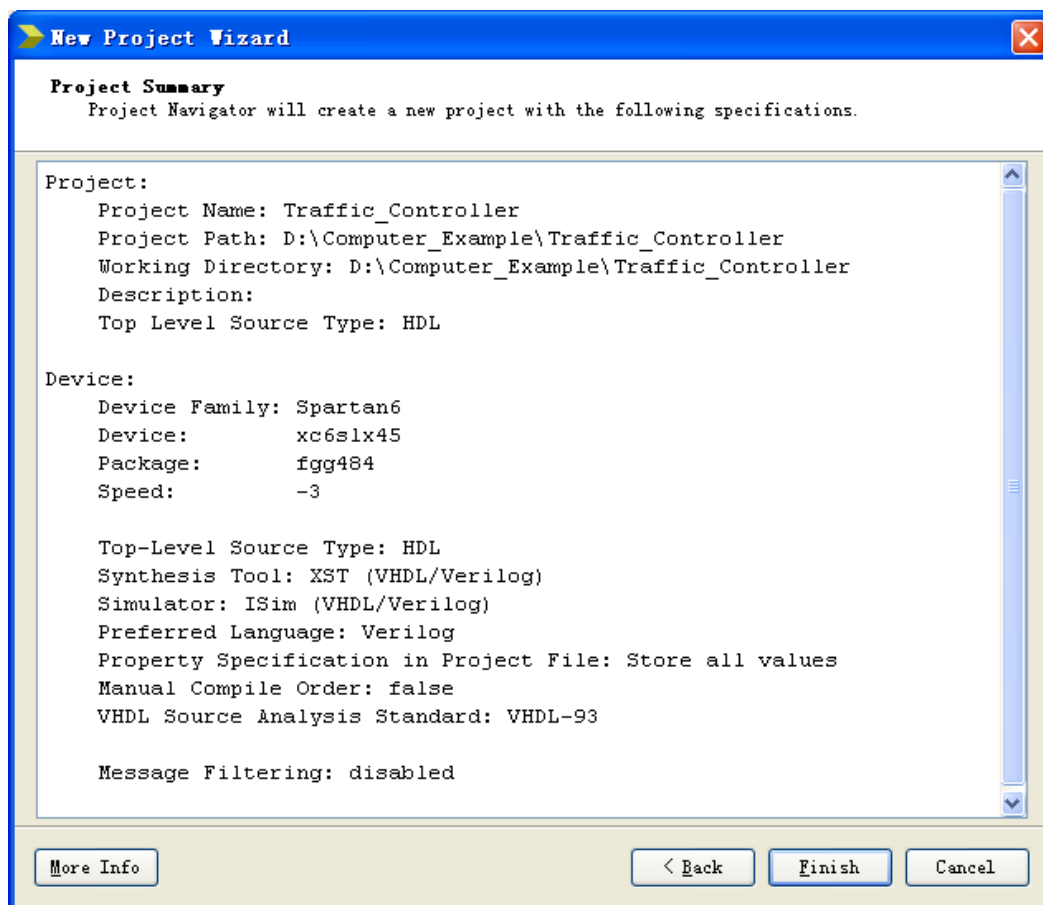

图 3
3) 设置好后，在上图中点击 Next 进入下一页：Project Summary，如图 3 所示，这里显示了新建工程的信息，确认无误后，点击 Finish 按钮就可以建立一个新的工程了。